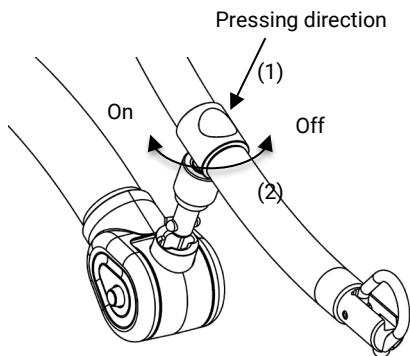

Fig. 1.6H
6. Encaixa a barra de distribuição de carga. Rode o ponto de fixação até que fique voltado para cima. Insira a barra de distribuição de carga e rode 90° no sentido dos ponteiros do relógio, pressionando firmemente (Fig. 1.6H).